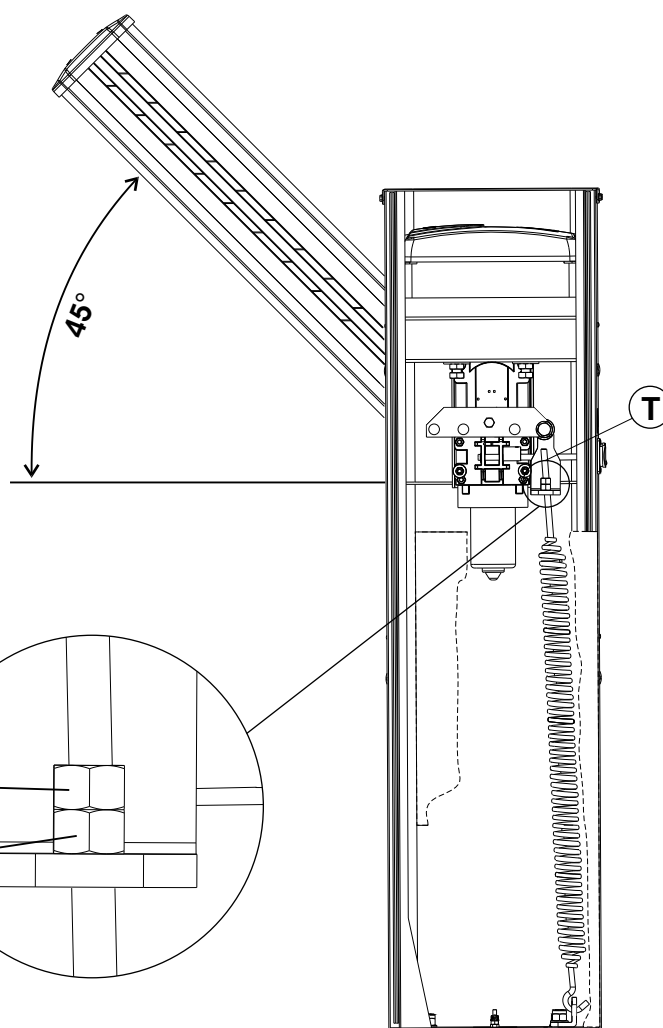

Abb. 8
- Den Baum mit Hilfe der manuellen Entriegelung entriegeln, sodass dieser manuell geöffnet und geschlossen werden kann (Abb.8).
- Die Zugfeder-Regelmutter so einstellen, bis die Zugfeder das Gewicht des 45° geneigten Schlagbaums ausgleicht (Abb. 8). Sobald der Schlagbaum auf der in Abb. 8 aufgeführten Stellung stillsteht, sind die richtigen Voraussetzungen für eine ideale Abstimmung gegeben.